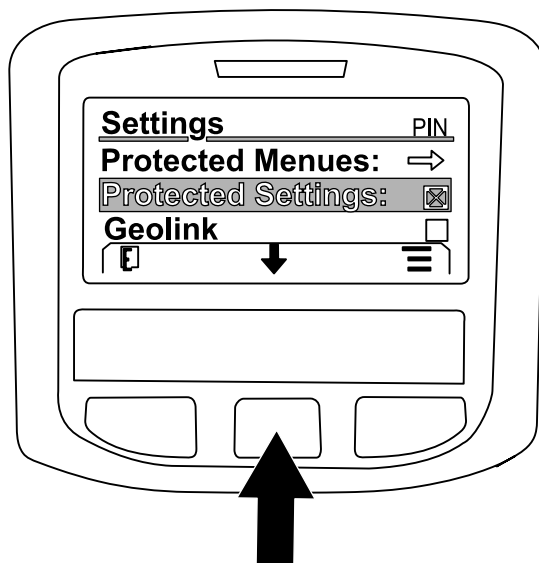

Рисунок 232
- 7. Нажмите среднюю кнопку, чтобы перейти к позиции GEOLINK, а затем нажмите правую кнопку, чтобы настроить эту позицию (Рисунок 232).